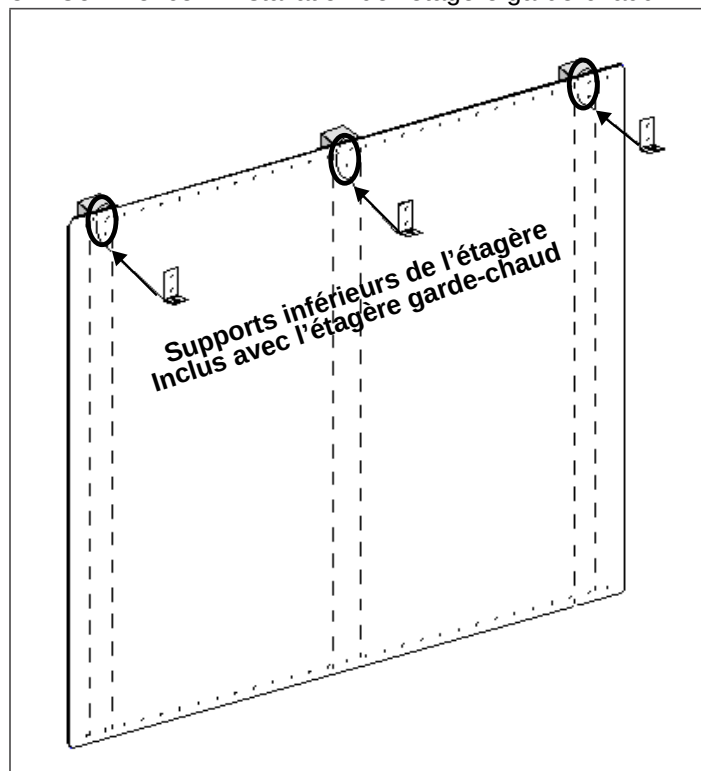

FIGURE 13: DOSSERET DE PROTECTION AVEC ÉTAGÈRE GARDE-CHAUD
3. À l'endroit indiqué sur la Figure 13, fixez les supports inférieurs fournis avec l'étagère garde-chaud à travers le dosseret de protection, dans les montants de cloison.